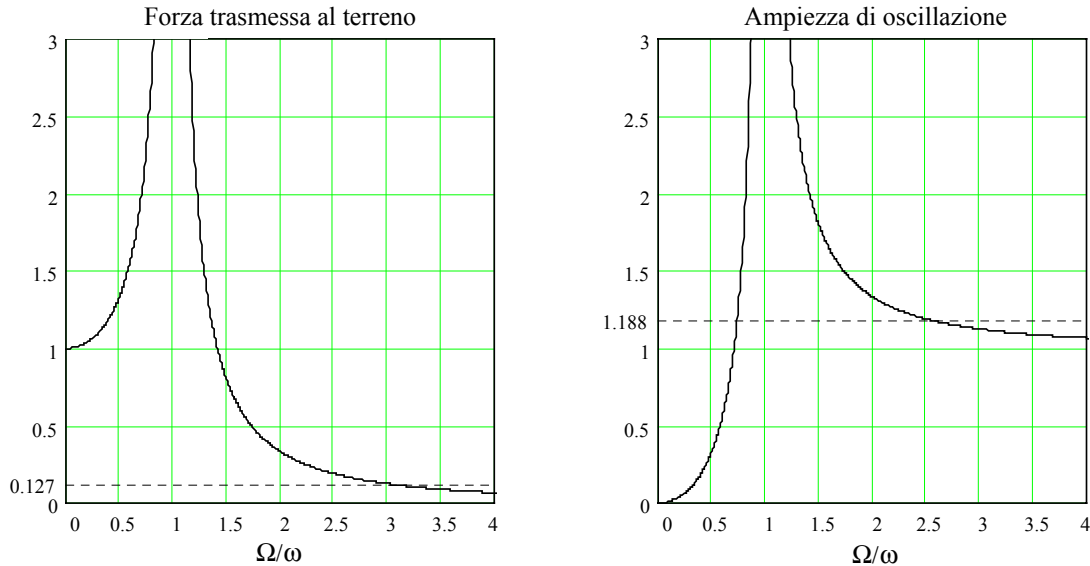

Figura 6
Le disequazioni (17) e (20) possono essere agevolmente risolte per via grafica con l'ausilio dei diagrammi di Figura 2, disegnati separatamente in Figura 6 per motivi di chiarezza.